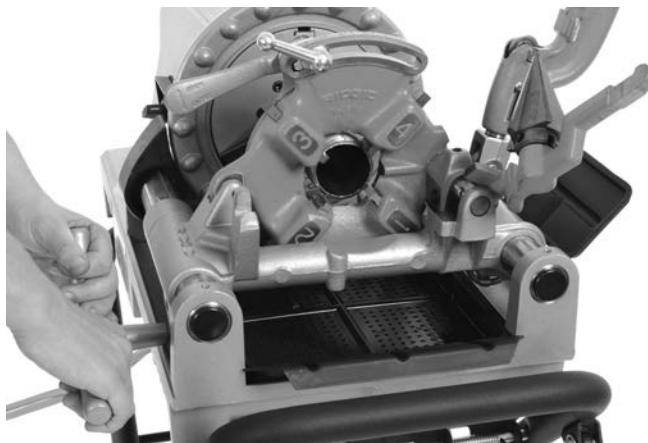

Figura 24 – Roscado de un tubo (se muestra un cabezal de terrajas de apertura rápida, Modelo 811-A)
7. Gire el volante del carro para desplazar el cabezal de terrajas hasta el extremo del tubo (*Figura 24*). Presione levemente el volante para iniciar la acción del cabezal de terrajas sobre el tubo. Una vez que el cabezal de terrajas empiece a roscar el tubo, no es necesario seguir aplicando fuerza al volante del carro.